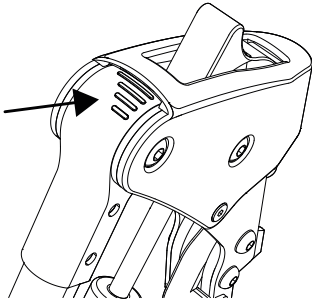

fig.54
Monteringen af terapibordet sker vha. en skinnesæt. Læs den medleverede montagevejledning for yderligere oplysninger om montering af terapibordet. (fig. 54)
3. Stregmønsteret anvendes til orientering af den indstillede vinkel (fig. 54).